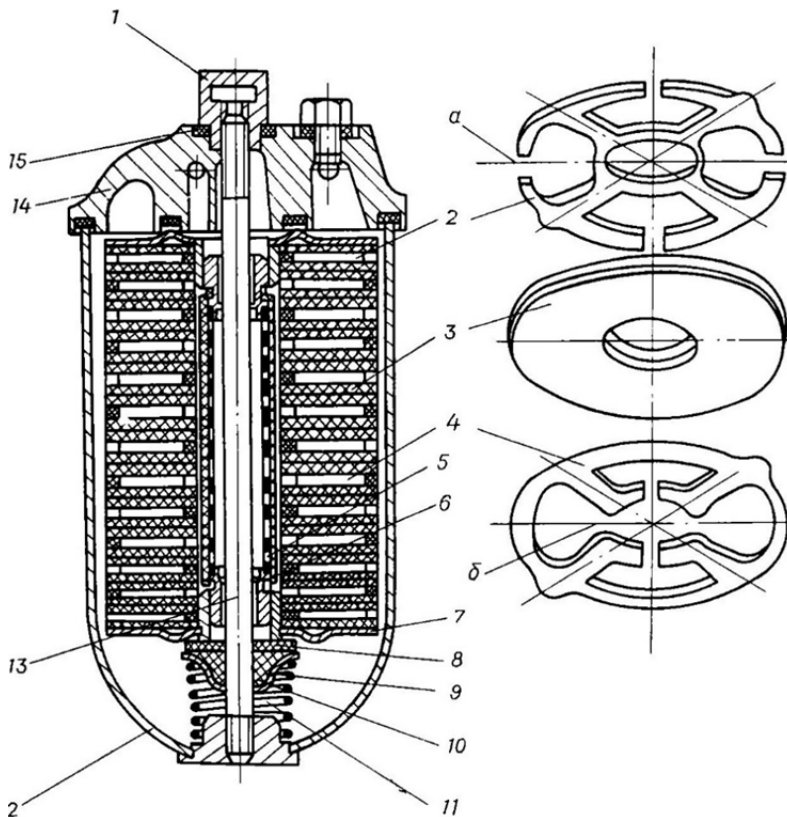

Рис. 5.1. Фильтр тонкой очистки топлива:
– отвернуть гайки 1 (рис. 5.1) на крышке фильтра и поочередно снять стаканы 12 с фильтрующими элементами;